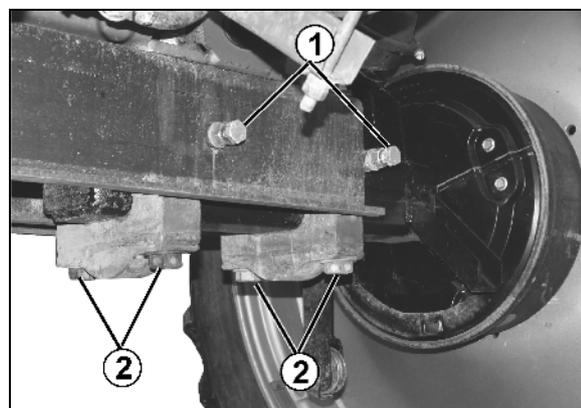

Fig. 137
4. Klemmschrauben (Fig. 137/1,2) lösen.
6. Zum Ausrichten der Achse zuerst Schrauben (Fig. 137/1) anziehen, Anzugsmoment 210 Nm.
7. Dann Schrauben (Fig. 137/2) anziehen, Anzugsmoment 750 Nm.